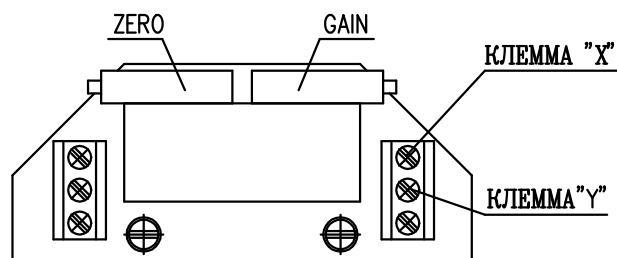

Рис. 7
#### EPV - 3-проводниковое включение (рис.7)
- Установите датчик сопротивления на основании инструкций в предыдущей главе так, что величину сопротивления измеряйте на клеммах X-Y (рис.7). (употреблен датчик с сопротивлением 2000W или 100W)
- Поворачиванием устанавливающегося триммера ZERO (рис.7) установите величину выходного сигнала тока, измеряемого на клеммах 81-82, на величину 0 мА или 4 мА.
- Поворачиванием устанавливающего тумблера GAIN (рис.7) установите величину выходного сигнала тока, измеряемого на клеммах 81-82, на величину 20 мА или 5 мА.